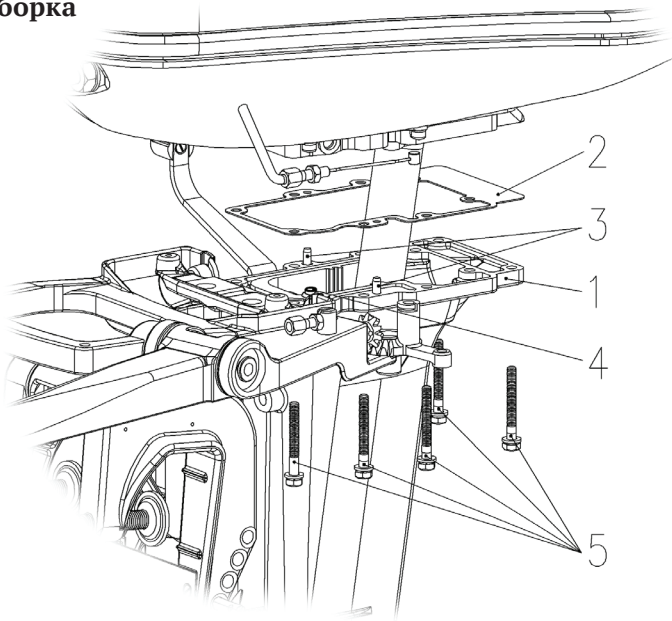

Рис.4
- Не смещая двигатель внутри нижнего кожуха установить мотоголовку в сборе на промежуточный корпус трансмиссии 1 (рис.4) через прокладку двигателя 2 на штифты 3.
Убедитесь, что при установке трубка подвода воды 4 (рис.4) попала в отверстие для подвода воды переходника мотоголовки